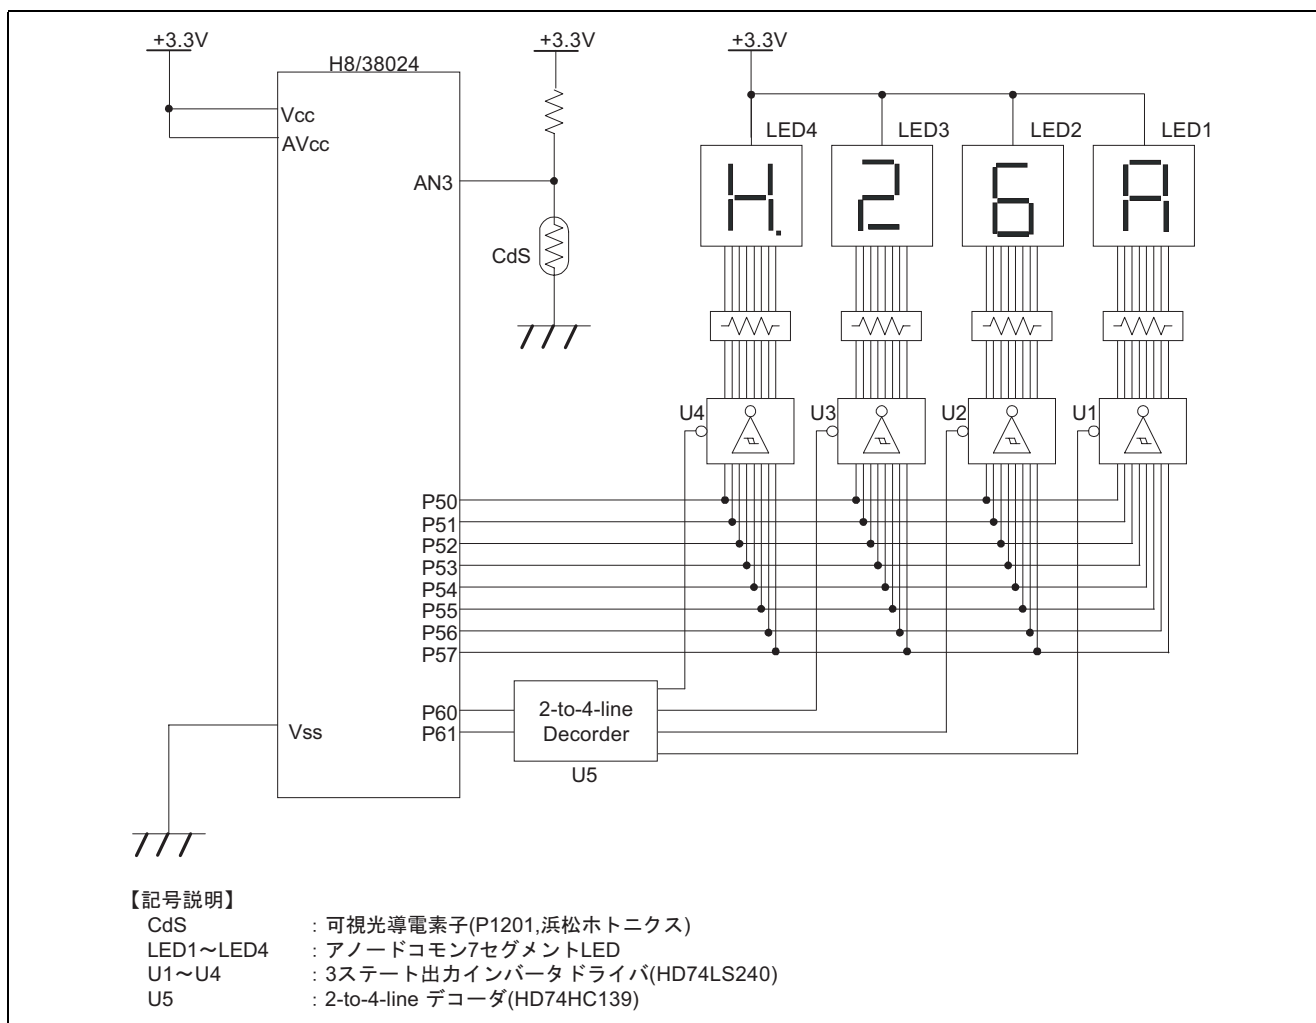

図 1 ハードウェア構成
- (1) 図 1 に可視光導電素子接続例のハードウェア構成を示します。図 1 に示すように、抵抗および可視光導電素子 CdS セルをアナログ入力端子 3 (AN3 端子) に接続します。
- (2) AN3 端子の A/D 変換を行い、A/D 変換結果を I/O ポートに接続された 7 セグメント LED に表示します。
- (3) 7 セグメント LED 表示は、A/D 変換結果の 10 ビットデータを 16 進数表示の H'000 ~ H'3FF で表示します。
- (4) A/D 変換は、0.5s 毎に行います。